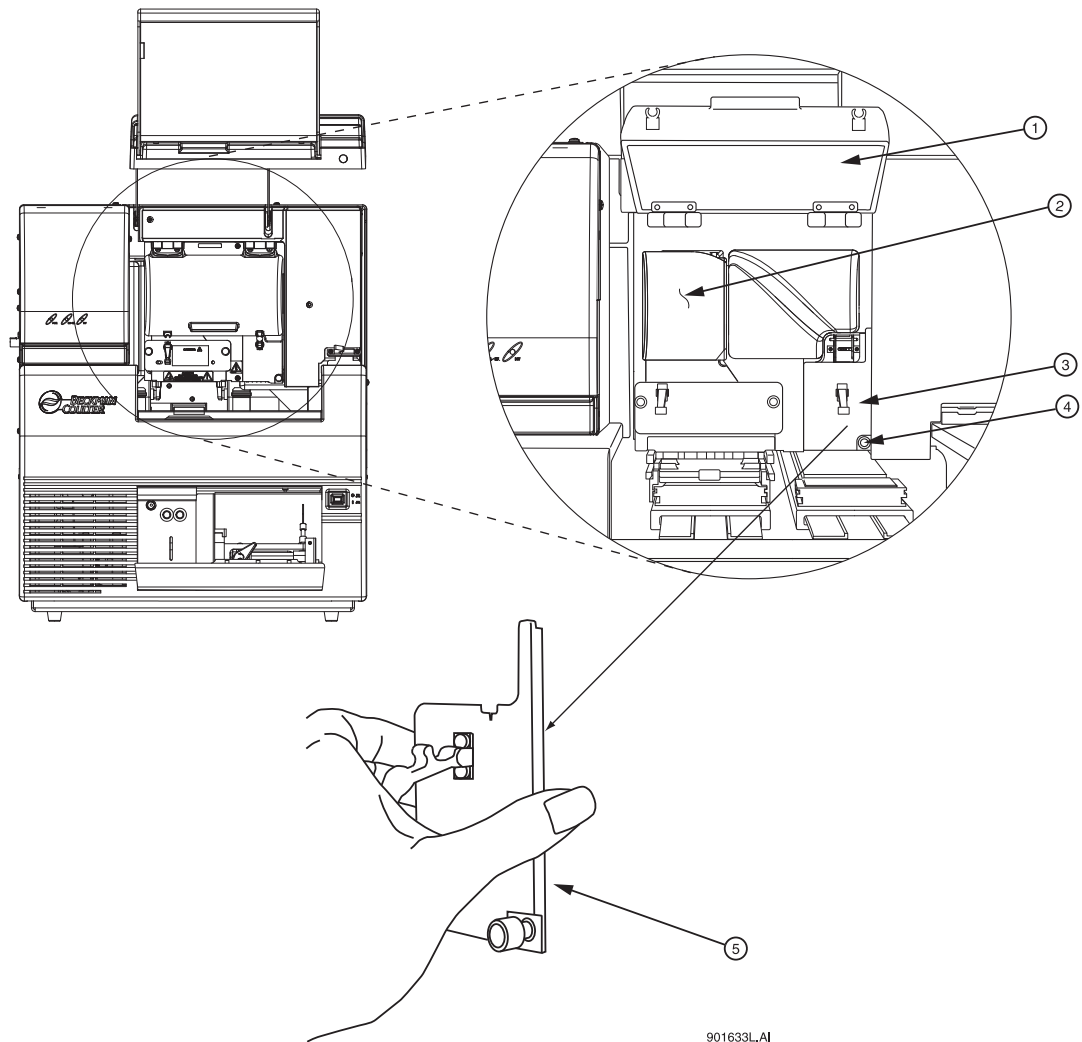

图 3.40 歧管通道盖
2. 打开样品通道盖（图 3.40），并提起到垂直闭锁位置。
5. 松开歧管通道盖的固定螺丝（图 3.40），然后卸下盖，放在一边。
15. 更换歧管通道盖，并拧紧两个固定螺丝（图 3.40）。